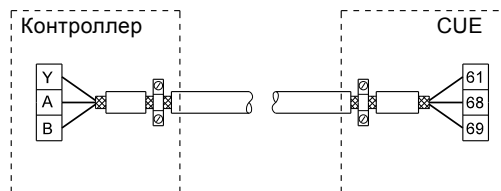
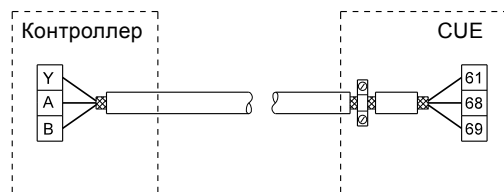

Рис. 22 Пример подключения к шине 3-жильного кабеля с экраном с подключением на двух сторонах
Рис. 23 Пример подключения к шине 3-жильного кабеля с экраном, подсоединенным к преобразователю частоты CUE (контроллер без зажима для экрана)
- Подключайте экран кабеля к корпусу на обоих концах и для двигателя, и для сигнальных кабелей. См. рис. 22. Если на контроллере отсутствует хомут, подключайте экран сигнального кабеля только к корпусу преобразователя частоты CUE. См. рис. 23.